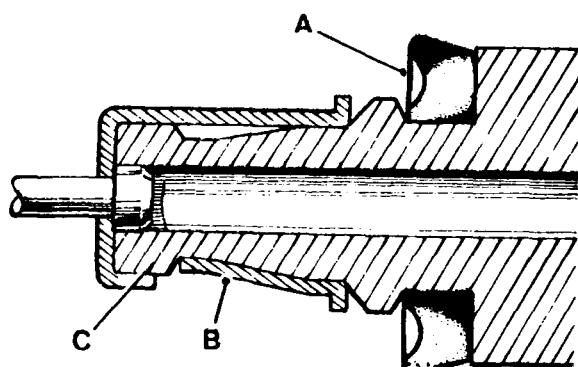

Fig. B2-14 - Montaje del émbolo.
d) El collarín (fig. B2-14) se situará en el extremo del émbolo, con la parte de mayor diámetro hacia aquel.